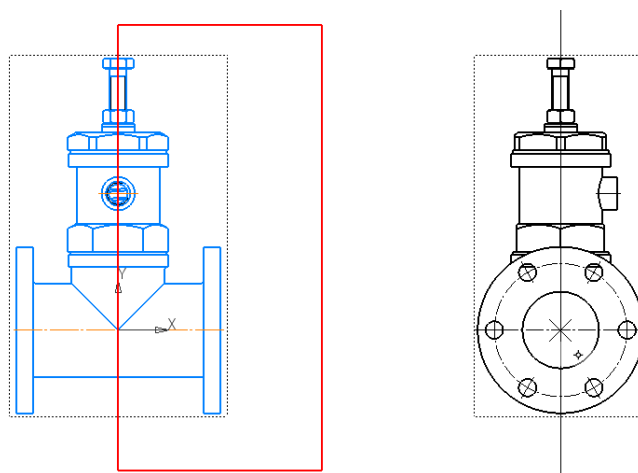

Рис. 5 Определение области для фронтального разреза и положения секущей плоскости
Изображение, на месте которого должен быть выполнен разрез, должно быть активным (основная линия подсвечена синим). Для построения фронтального разреза вид Спереди сделать активным. Используя геометрический примитив прямоугольник по двум точкам из панели «Геометрия», выделить на виде Спереди половину вида (рис. 5).
- **Черчение – Геометрия – Прямоугольник по двум точкам** (см. рис. 5).
- **Черчение – Виды – Местный разрез.** Параметры команды Местный разрез: граница – замкнутая линия, ограничивающая местный разрез; секущая плоскость – в графической области чертежа появляется фантом следа секущей плоскости, представляющий собой прямую линию, которая задает положение секущей плоскости (см. рис. 5).